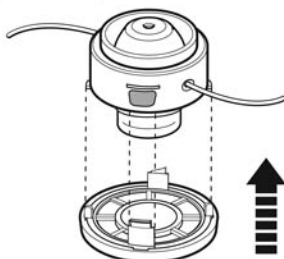

Рис. 35
- > Совместите метки на крышке с метками на крышке режущей головки. Затем нажмите на крышку. (Рис. 35).